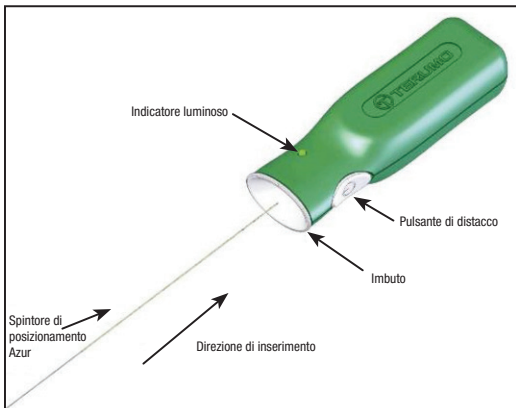

Figura 4 – Controller di distacco Azur
12. Aprire la busta del tappo vascolare Azur e rimuovere l'anello erogatore dalla busta. Prima di utilizzare il dispositivo, rimuovere il cono dall'anello di distributore. Tenendo in posizione l'impianto del tappo vascolare Azur e l'introduttore, estrarre lo spintore dall'anello erogatore in modo tale che l'estremità prossimale dello spintore di posizionamento sia esposta. Prestare attenzione per evitare di contaminare questa estremità dello spintore di posizionamento con sostanze estranee quali il sangue o il mezzo di contrasto. Inserire saldamente l'estremità prossimale dello spintore di posizionamento nella sezione a imbuto del controller di distacco Azur. Vedere la Figura 4. **Non premere il pulsante di distacco in questo momento.**
31. Collegare l'estremità prossimale dello spintore di posizionamento al controller di distacco Azur inserendo saldamente l'estremità prossimale dello spintore di posizionamento nella sezione a imbuto del controller di distacco Azur. Vedere Figura 4.